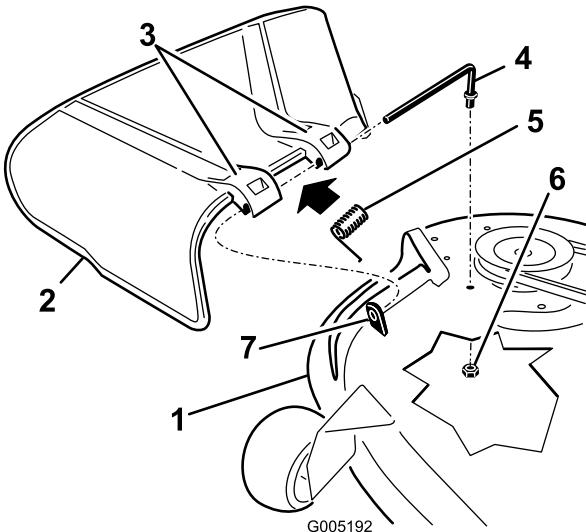

Figura 63
- Localice los elementos mostrados en la Figura 63.
- Retire la tuerca (3/8 pulg.) de la varilla (debajo del cortacésped) (Figura 63).
- Retire la varilla del espacio corto, del muelle y del deflector de hierba (Figura 63). Retire el deflector de hierba dañado o desgastado.
- Vuelva a colocar el deflector de hierba (Figura 63).
- Coloque el muelle sobre la varilla, con los extremos de los alambres hacia abajo, y entre los soportes del deflector de hierba. Deslice la varilla por el segundo soporte del deflector de hierba (Figura 63).
- Introduzca la varilla, en la parte delantera del deflector de hierba, por el espacio corto de la carcasa. Fije el extremo trasero de la varilla en el cortacésped con una tuerca (3/8 pulg.) (Figura 63).